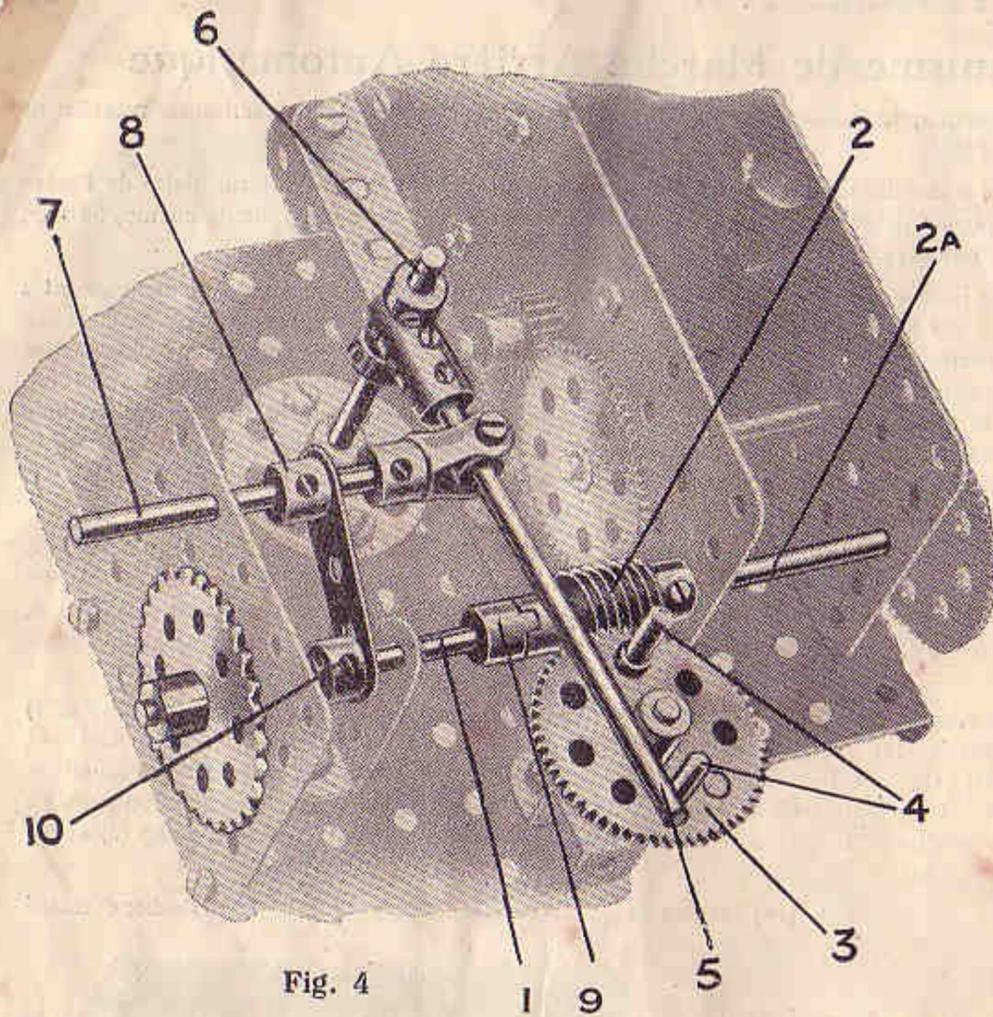

Fig. 4
Le dispositif montré à la Fig. 4 est établi pour convertir un mouvement rotatif continu en un mouvement de rotation intermittent. La tringle (1) est l'arbre entraîné. L'entraînement du moteur est transmis par l'intermédiaire de différents organes à une vis sans fin (2) qui engrène avec une roue dentée de 57 dents (3) sur laquelle sont fixées latéralement deux chevilles filetées (4).